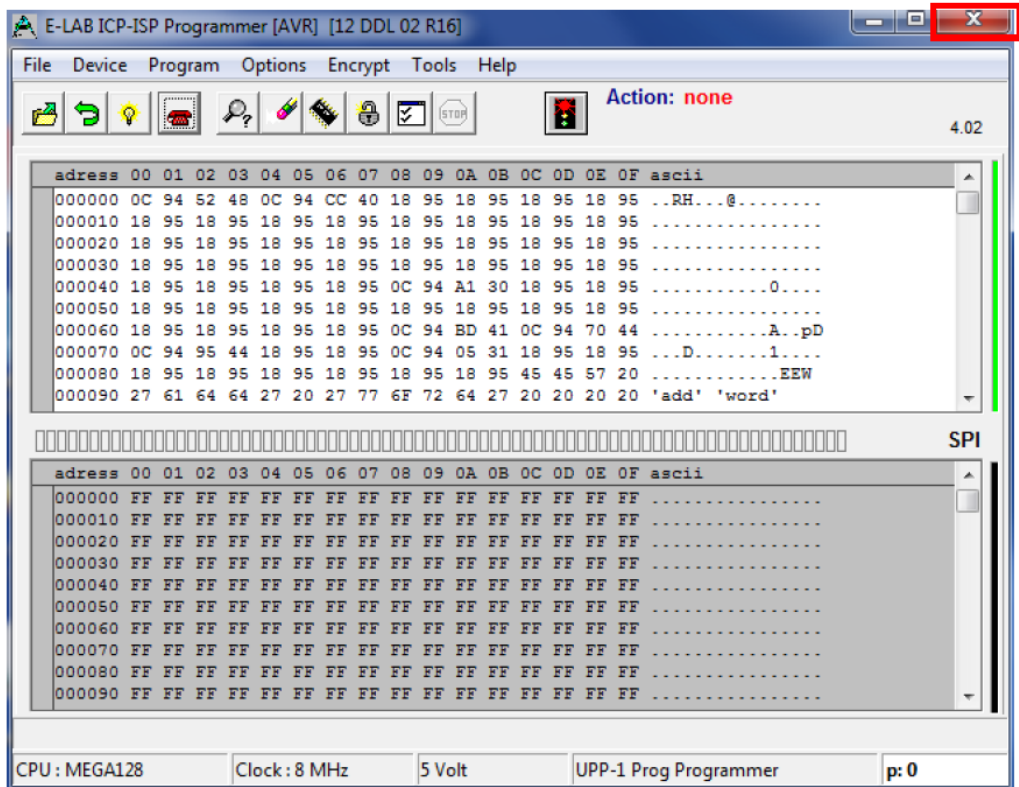

Рисунок 18
3.17 Закройте программное обеспечение **E-LAB ICP-ISP Programmer**, нажав на крестик в правом верхнем углу окна (рисунок 18).